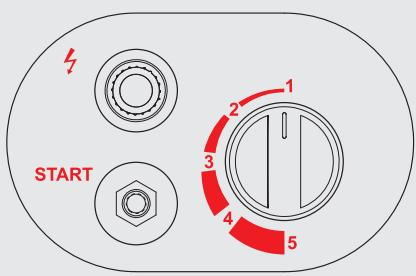

Abb. 5b: Bedienfeld (mit Thermostat)
► Drehen Sie den **Temperaturregler** (Abb. 5b) auf die **höchste Stufe** (5).
Ist Ihr Gas-Heizofen mit einem Thermostat ausgestattet, können Sie mit Hilfe des Temperaturreglers (siehe Abb. 5b) die am Thermostat gefühlte Temperatur (=Thermostat-Temperatur) festlegen. Beachten Sie hierbei, dass die am Thermostat gefühlte Temperatur und die Raumtemperatur nicht exakt übereinstimmen. Abhängig von den jeweiligen Umgebungsbedingungen (z. B. Außentemperatur, Isolierung und vor allem aber Boden-temperatur) können die angegebenen Temperaturbereiche abweichen. Folgen-
Drehen Sie den Temperaturregler (siehe Abb. 5b) so, dass die Markierung auf die gewünschte Position zeigt. Ist die eingestellte Thermostat-Temperatur (vom Fühler erfasst) erreicht, schaltet der Ofen automatisch auf die kleinste Heizstufe (2,5 kW) zurück. Der Heizofen schaltet sich dabei nicht komplett ab.